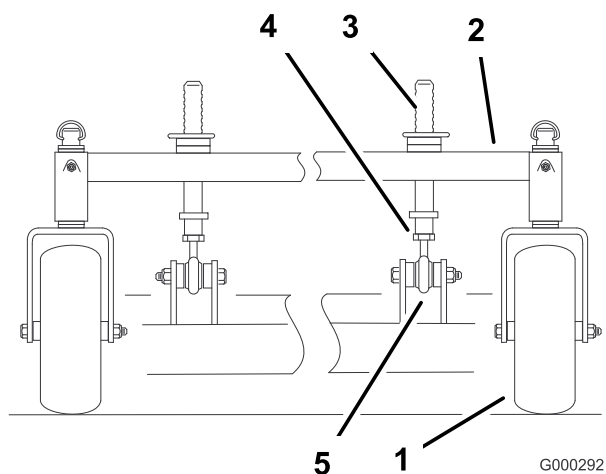

Figure 75
1. Vous pouvez régler les montants de hauteur de coupe avant pour modifier l'inclinaison avant/arrière (Figure 75).
2. Pour élever l'avant du tablier de coupe, desserrez le contre-écrou et tournez la goupille avant dans le sens horaire (Figure 75).
3. Pour abaisser l'avant du tablier de coupe, desserrez le contre-écrou et tournez la goupille avant dans le sens antihoraire (Figure 75)
6. Resserrez les écrous de blocage (Figure 75).